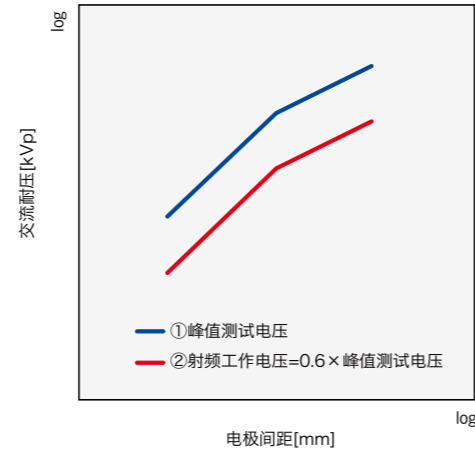

图3. 电极间距-耐压特性
峰值测试电压是用于确保射频工作电压的测试电压 (图3-①)。在出货检验时, 对真空电容器施加一定时间 (1分钟) 的峰值测试电压, 需确认不会发生电击穿 (无闪络现象)。
射频工作电压是可以连续施加到真空电容器上的额定值。射频工作电压为峰值测试电压的60% (图3-②)。即使小于或等于射频工作电压, 也有可能发生瞬时闪络。